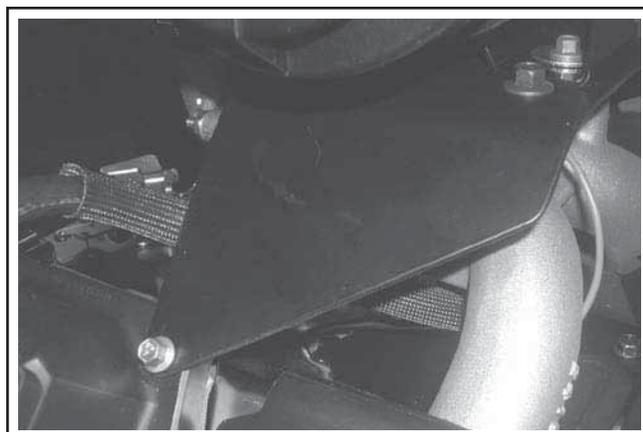

Figure 11-97. Bride du filtre à air montée (carburateur bicylindre).
2. Aligner la bride de montage du filtre à air avec les trous de montage du cache-soupape et commencer à visser. Sur les modèles à carburateur bicylindre, commencer à visser les vis de montage sur le côté supérieur du collecteur d'admission. Voir la Figure 11-97.